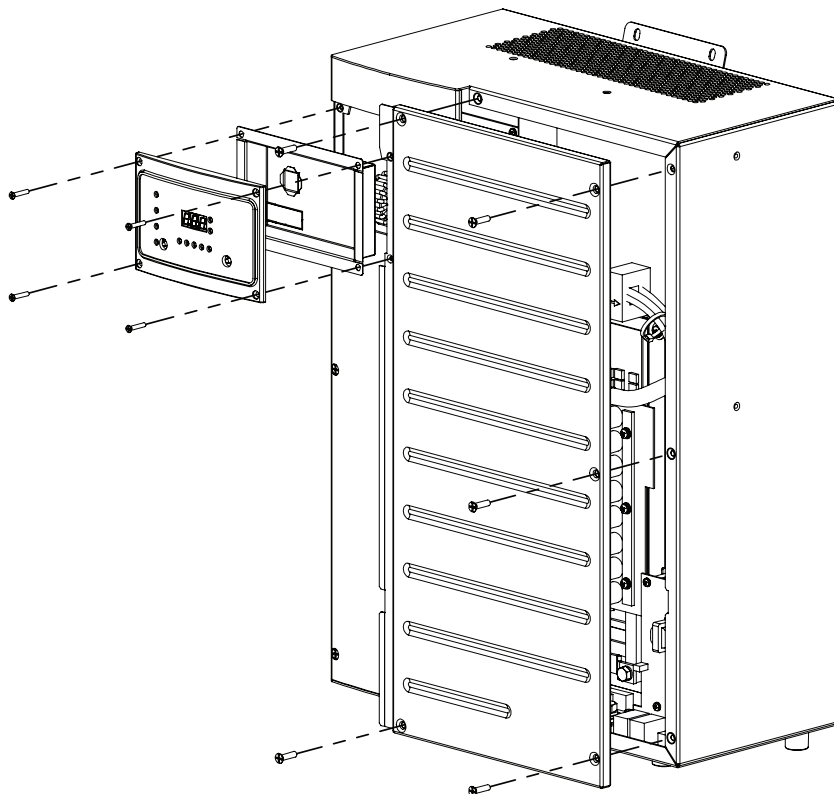

Figura 5-3 Retiro del panel del lado derecho
5. Para acceder más fácilmente, retire el panel del lado derecho del Conext XW+, como se muestra en Figura 5-3.